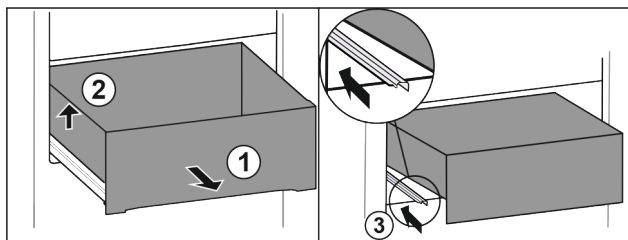

Fig. 90
- ▶ 将抽屉拉出至止挡。 Fig. 90 (1)
- ▶ 抬起抽屉左侧。 Fig. 90 (2)
- ▶ 推入左侧轨道。 Fig. 90 (3)